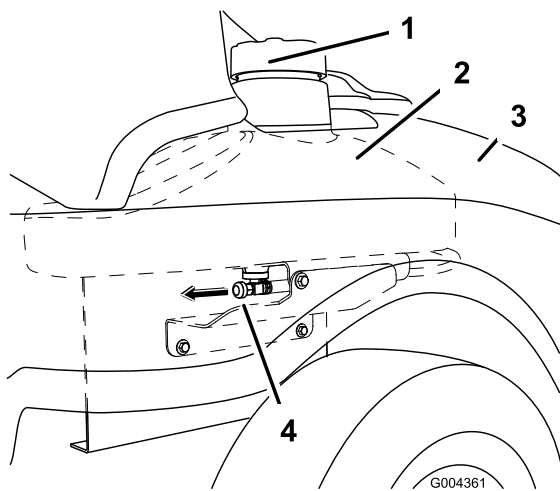

Figure 30
3. Fermez le robinet d'arrivée de carburant situé sous l'avant du réservoir (Figure 30).